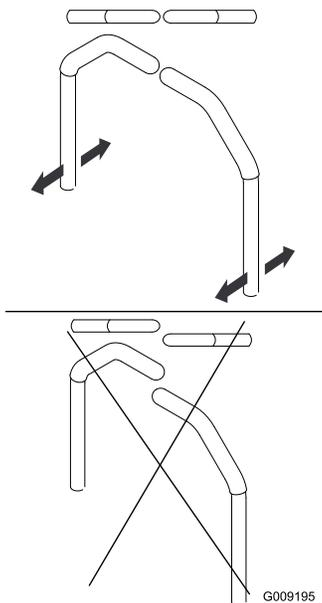

図 81
4. レバーをニュートラル位置にし、前後の位置を合わせ、位置が揃うまでスライドさせてからボルトを締める 図 81。